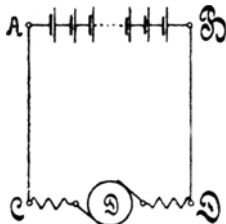

Fig. 7.
58. Von einer aus 60 [80] (200) Zellen bestehenden Akkumulatoren-Batterie (Fig. 7) von je 2 [1,95] (2,01) V elektromotorischer Kraft und 0,0008 [0,0006] (0,0007)  $\Omega$  innerem Widerstand wird ein Strom von 20 [25] (15) A nach einem 300 [250] (500) m entfernten Elektromotor geschickt. Die Leitung besteht aus einem 4 [5] (3) mm dicken Kupferdraht und der innere Widerstand des Motors beträgt 0,5 [0,6] (1,1)  $\Omega$ .
59. Welchen Querschnitt müssen die Zuleitungen AC und BD (Fig. 7) besitzen, wenn der Spannungsverlust 5 [8] (10) V betragen soll?
60. Welcher Strom würde in dem Kreise ABDCA (Fig. 7) fließen, wenn in dem Motor keine elektromotorische Gegenkraft aufträte, und die übrigen Angaben der Aufgabe 58 entsprächen?